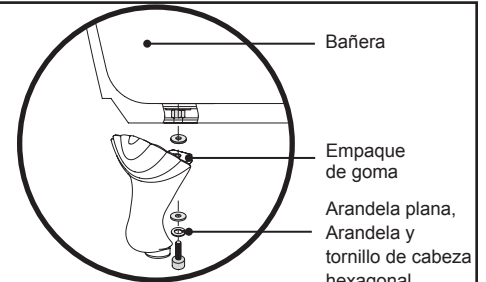

Figura 8. Ball e instalación Garra Pies
- 1 Gire el baño boca abajo sobre una cubierta protectora y fije las cuatro (4) pies de las cuatro patas (Figura 8).
- 2 Utilizando una arandela plana, arandela y el perno de bloqueo de cabeza hexagonal, coloque la estructura metálica de la bañera. Repita este paso para las otras tres (3) pies.
- 3 Una vez que los cuatro (4) pies han sido instaladas, utilice una llave Allen (incluida) y apriete todas las piezas de montaje.